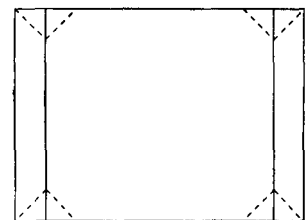

Bild 5
- d) Stellen Sie E-W CORNER so ein, daß Sie eine Bedingung wie im Bild 5 erhalten.